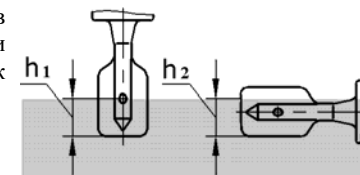

Рисунок 1
1.2.2 Глубина срабатывания (включения) **СУ** в нормальных условиях при погружении от кромки лопаток до контролируемого уровня среды (см. рисунок 1), мм: